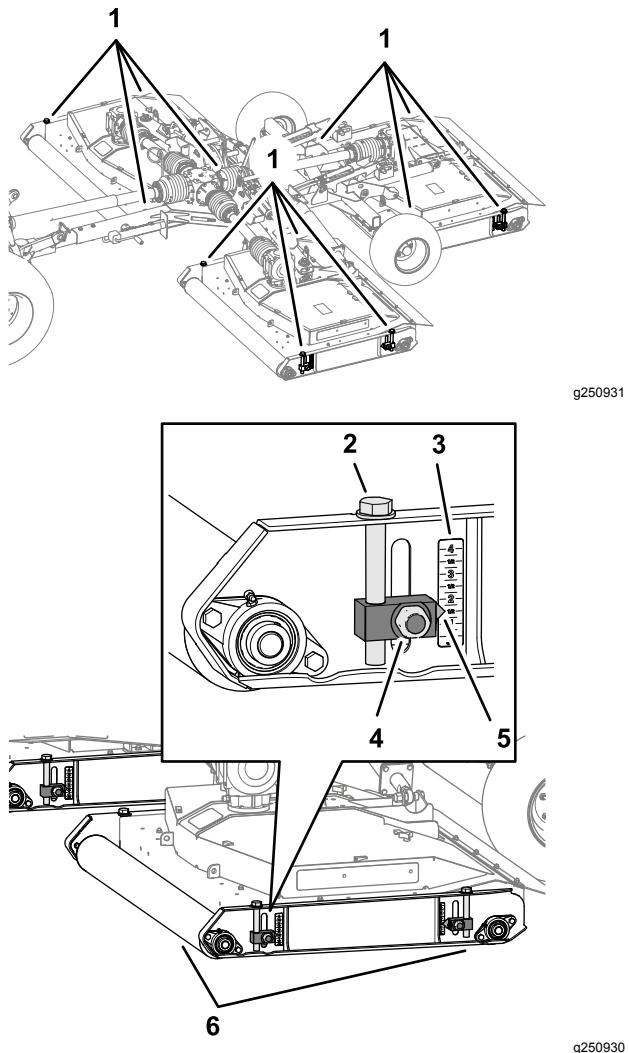

Рисунок 41
- Ослабьте затяжку 4 контргаек, которые крепят 4 регулятора высоты скашивания (Рисунок 41) дек газонокосилки.